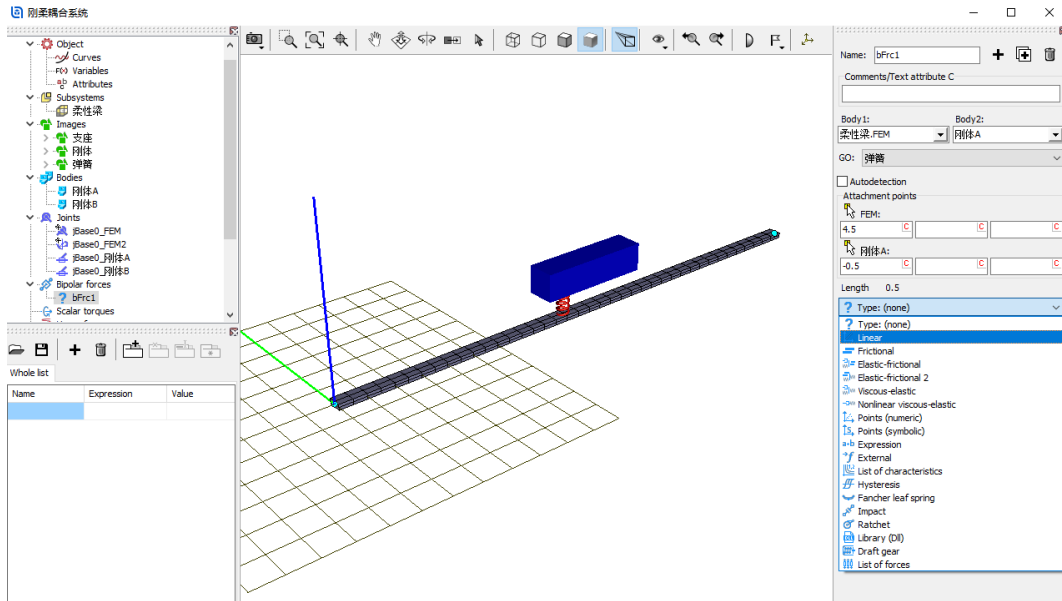

图 2-113
- 12) **Body1** 选择**柔性梁.FEM**，**Body2** 选择**刚体 A**，从 **GO** 下拉菜单选择**弹簧** 赋给力元，连接点坐标分别为 **(4.5, 0, 0)** 和 **(-0.5, 0, 0)**，从 **Type** 下拉菜单选择 **Linear**，如图 2-113。